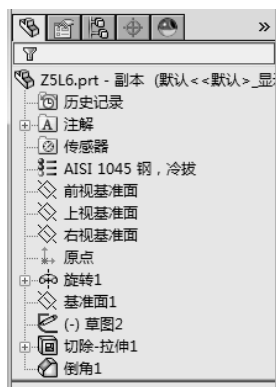
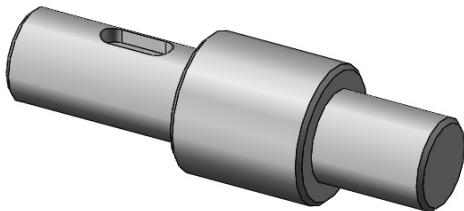

图 5-29 材料名称
图 5-30 添加材料后的零件实体模型
- [4] 单击【应用】按钮，材料应用到零件，材料名称出现在 FeatureManager 设计树中，位于材料  旁边，如图 5-29 所示。添加材料后的零件实体模型如图 5-30 所示。